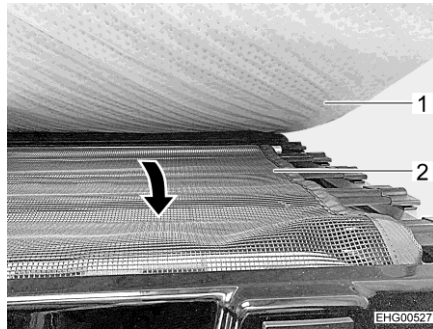

Bild 52 Skyddsnät
- Dra ut skyddsnätet (Bild 52,2) under madrassen (Bild 52,1) och spänn det över åtkomstöppningen.